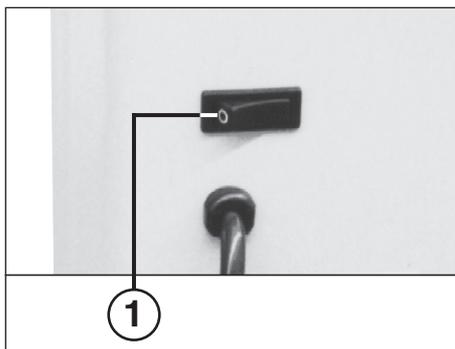
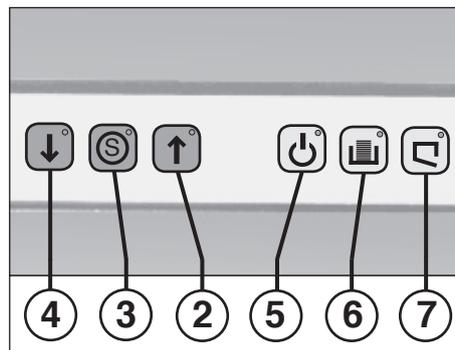

Fig. 1
Fig. 2
- 1 = Interruttore a bilico „Pronto funzione“ (Fig. 1)**
- 2 = Tasto avanti (Fig. 2)**
- 3 = Tasto arresto „S“ (Fig. 2)**
- 4 = Tasto indietro (Fig. 2)**
- 5 = Spia di controllo (Fig. 2) „Pronto funzione“**
- 6 = Spia di controllo „Contenitore colmo“ (Fig. 2)**
- 7 = Spia di controllo (Fig. 2) „Portello aperto“**
Inserire la macchina tramite l'interruttore a bilico (1) (Fig. 1). La spia dell'indicatore di controllo „Pronto funzione“ (5) e la spia del tasto di arresto „S“ (3) (Fig. 2) si accendono per indicare che la macchina è pronta a funzionare.
Non appena il contenitore di scarico è colmo, la macchina viene disinserita e viene emesso un segnale acustico. La spia di controllo (6) (fig. 2) si accende. Svuotare il contenitore di scarico procedendo nel modo seguente:
- Aprire il portello. La spia di controllo (7) (fig. 2) si accende.
- Il segnale acustico viene disattivato. La spia di controllo (6) si spegne.
- Inserire il sacco vuoto, reinserire il contenitore e chiudere il portello. La spia di controllo (7) si spegne.
Aver cura di disinnestare l'apparecchiatura di notte (premere l'apposito interruttore a bilico (1) (Fig. 1)).
- La spia del tasto di arresto „S“ (3) (Fig. 2) si accende.
- Azionare brevemente il pulsante per lo scorrimento all'indietro (4) (fig. 2).
Sollecitando il motore oltre i limiti avviene il blocco. Premere quindi l'interruttore a bilico di disinnesto (1) (Fig. 1). Dopo un periodo di raffreddamento di circa 15-20 minuti, (dipendente dalla temperatura ambiente) sarà possibile innestare nuovamente la macchina.